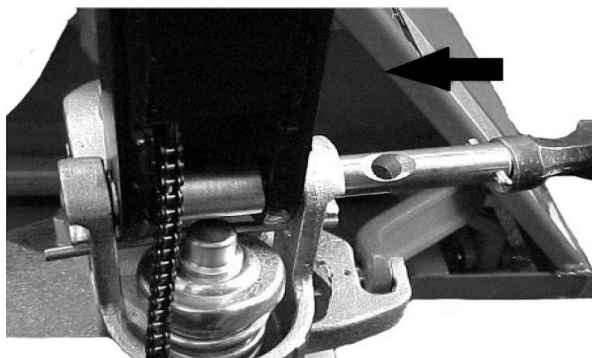

Abb. 8: Achse einsetzen
Schritt 2: Setzen Sie die Deichsel (1) auf den Pumpenkolben. Setzen Sie dann die Achse mit Bohrung (4) mit Hilfe eines Hammers von rechts nach links in die Hydraulikpumpe und die Deichsel ein (Abb. 8).